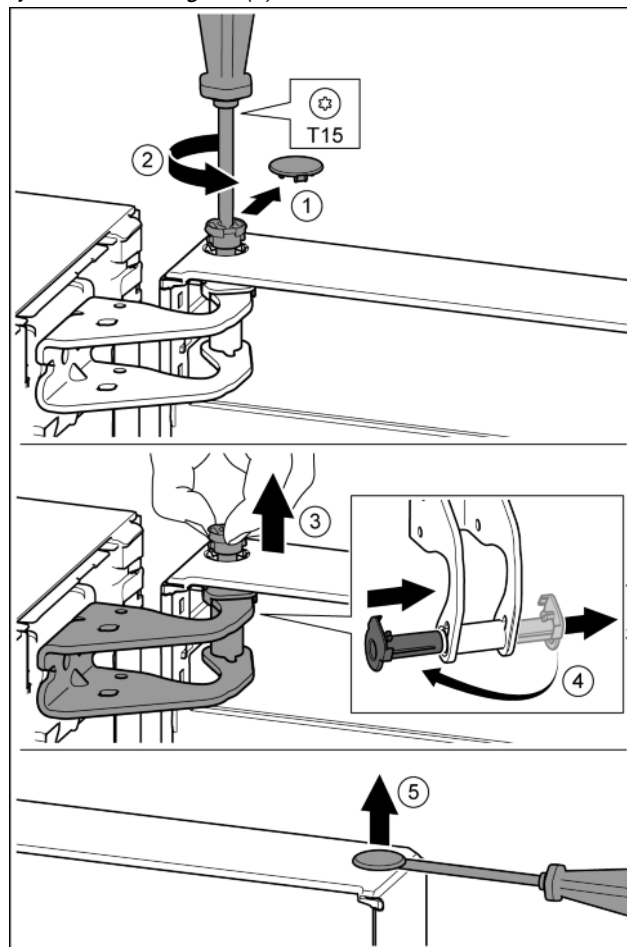

Fig. 11
- ▶ Veiligheidsafdekking voorzichtig eraf trekken. *Fig. 11 (1)*
- ▶ Bout met schroevendraaier T15 een stukje eruit draaien. *Fig. 11 (2)*
- ▶ De deur vasthouden en de bout met de vingers eruit trekken. *Fig. 11 (3)*
- ▶ Lagerbussen uit de geleiding trekken. Op de andere kant aanbrengen en vastklikken. *Fig. 11 (4)*
- ▶ Stop voorzichtig met een sleufschroevendraaier uit de lagerbus van de deur optillen en eruit trekken. *Fig. 11 (5)*